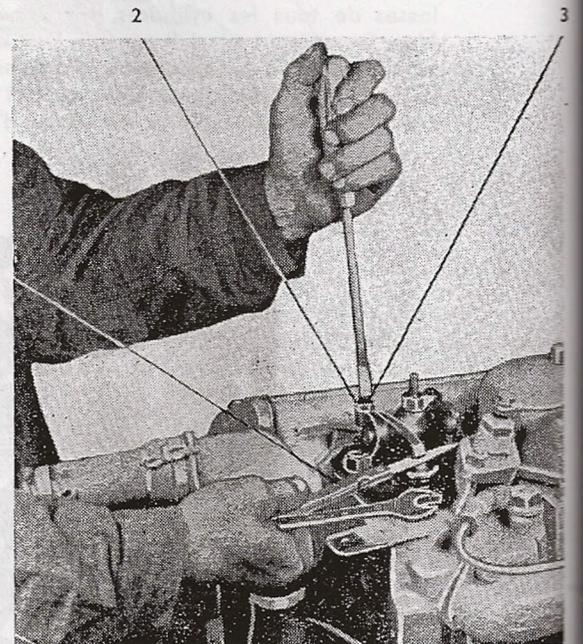

Fig. 48
2. Vérifier le jeu entre les facettes de contact des culbuteurs et les facettes d'assise des queues de soupape en se servant d'une jauge calibrée (fig. 48/1).
3. Si le jeu diffère de la valeur prescrite, desserrer l'écrou (fig. 48/2) de la vis de réglage (fig. 48/3) et ajuster le jeu prescrit par cette vis de réglage.